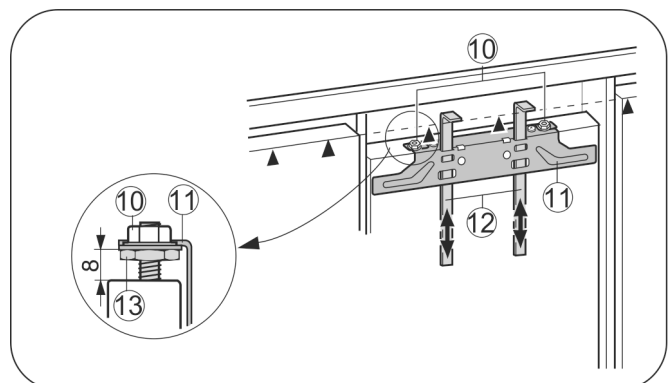

Fig. 17
- ▶ Монтажные приспособления Fig. 17 (12) сдвиньте вверх на высоту мебельной дверцы. Нижняя упорная кромка ▲ монтажного приспособления = верхней кромке подлежащей установке мебельной дверцы.
- ▶ Открутите крепежную поперечину Fig. 17 (11) с помощью контргаек Fig. 17 (10).